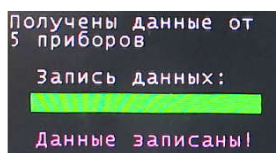

Рисунок 15 - Сбор показаний счетчиков завершен
4.5. Для сбора показаний остальных счетчиков выполните шаги 4.1 – 4.4 в зоне действия их радиоканала. О завершении сбора данных со всех счетчиков считыватель СПП-1 уведомит сообщением на экране “Данные записаны” (Рисунок 15). Для выключения считывателя СПП-1 нажмите два раза кнопку .